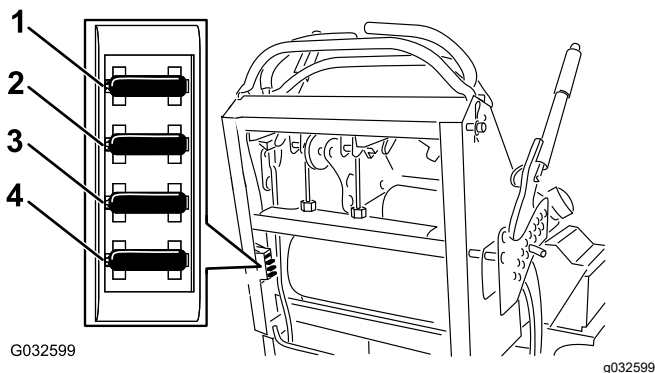

Figure 53
4. Sortez le fusible et remplacez-le (Figure 53).